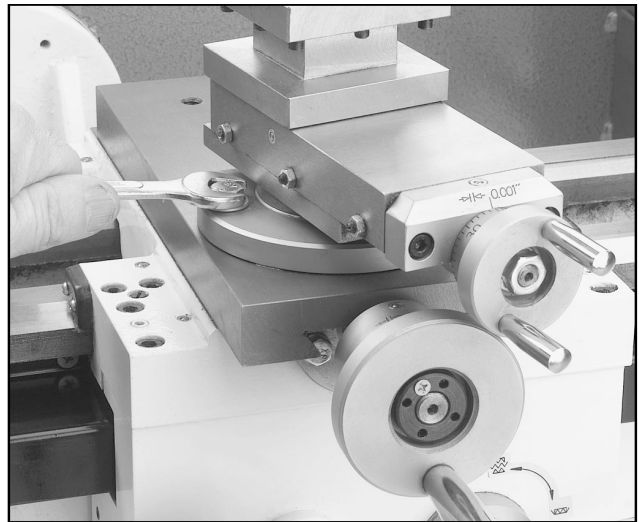

Fig. 13 Borttagning av toppslidens skruvar.
- Använd en 12 mm fast nyckel att ta bort två skruvar som håller toppsliden på tvärsliden. Se **fig. 13**.